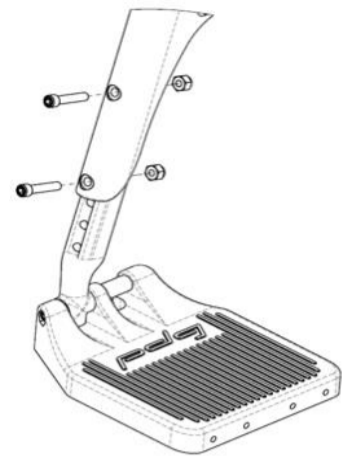

Fig. 15.14 Regolazione dell'altezza della pedana swing-away
- Ruotare la pedana a circa 45° verso l'esterno della carrozzina, come mostrato nella (Fig. 15.14)
- Rimuovere eventuali imbottiture e/o fasce poggiatesta, se presenti. Rimuovere la vite e il dado come mostrato nella Fig. 15.14.